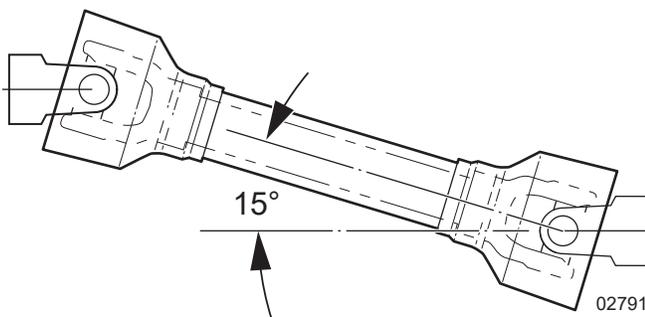

Figure 7 – Angle maximal de l'arbre de prise de mouvement
- L'angle de l'arbre de prise de mouvement n'est pas supérieur à 15° par rapport à la connexion du tracteur. Voir *Figure 7* à la page 14.